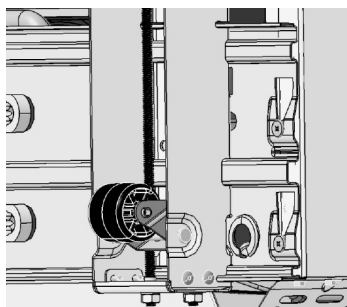

Fig. 3
- a. Coloque el primer conjunto nivelador en un refrigerador/congelador (Fig. 3).